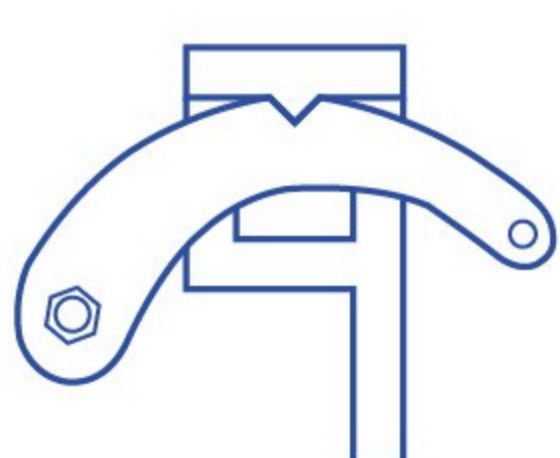

Рис.1
3. Переведите переключатель рабочего направления в положение для подъема груза. Убедитесь, что переключатель надёжно зафиксирован. (Рис. 1)